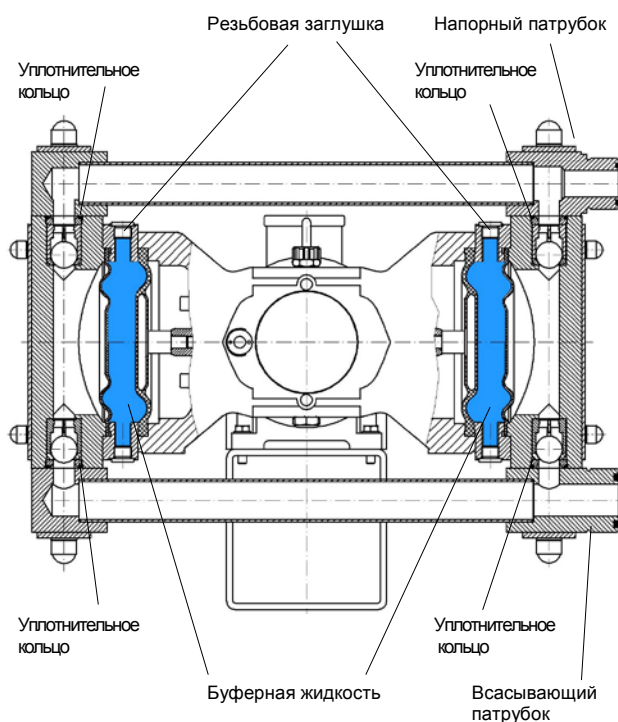

Рис. 37
- вернуть резьбовую заглушку (заглушки) (ср. рис. 37)
- Установить всасывающий и напорный патрубки, используя новые уплотнительные кольца круглого сечения (см. рис. 37)